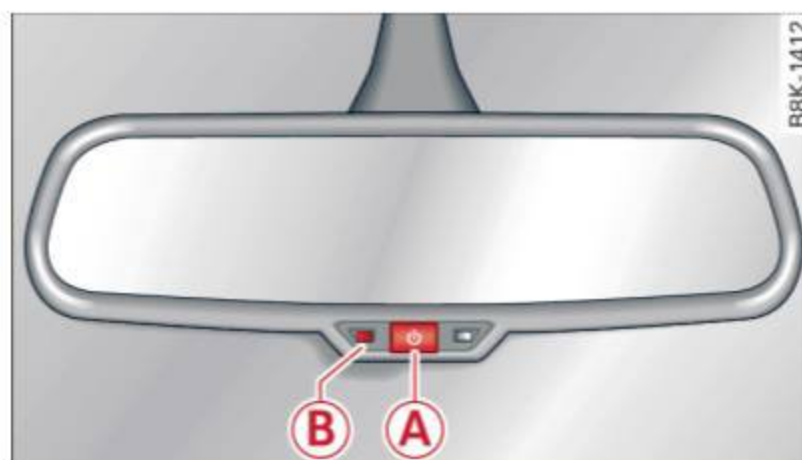

Fig. 62 Rétroviseur à atténuation automatique*
► Appuyez sur le bouton **A** ⇒ fig. 62. L'indicateur **B** s'allume. Lorsque de la lumière est projetée sur les rétroviseurs extérieurs* et intérieur, comme des phares provenant d'un véhicule qui vous suit, ils s'atténuent automatiquement.